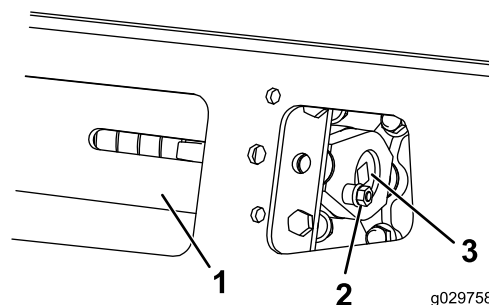

**Figura 58**
Verifique se o bloco de tensão está alinhado com a guia verde no autocolante ou se o bloco está a 13 mm de distância da parte de trás da ranhura do tubo de tensão (Figura 58).
4. Utilizando uma chave de  $\frac{1}{2}$  polegada, rode o parafuso tensionador até o bloco de tensão se alinhar com a guia verde no autocolante ou ficar a 13 mm da parte de trás da ranhura do tubo de tensão (Figura 58).
8. Verifique se o bloco de tensão está alinhado com a guia verde no autocolante ou se o bloco está a 13 mm de distância da parte de trás do tubo de tensão de ambas as lagartas (Figura 58). Efetue um novo ajuste, se necessário.